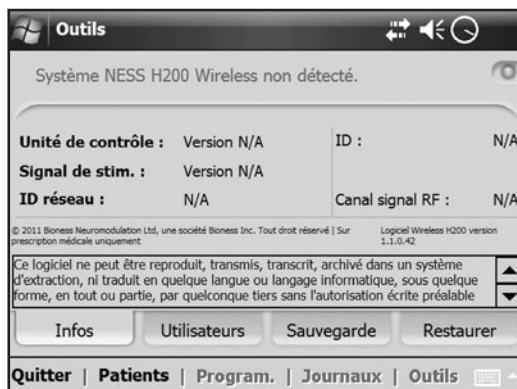

Figure 8-41 : Fenêtre Informations système.
2. Dans le **menu Outils**, appuyez sur **l'onglet Info**. Reportez-vous à la Figure 8-41.